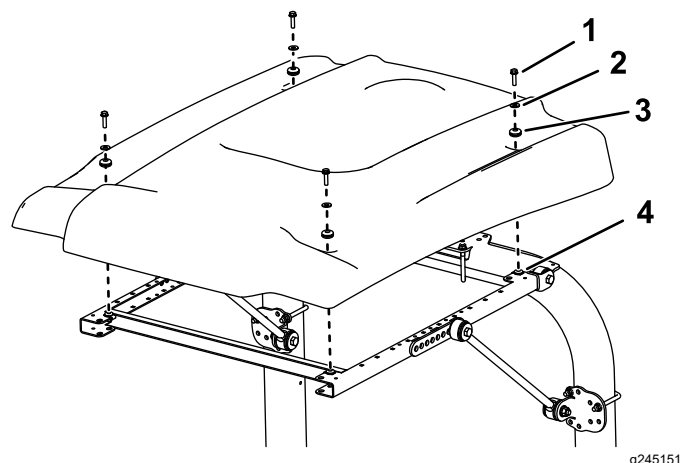

Figure 6
- Lors de l'alignement des trous de fixation, positionnez le pare-soleil sur le cadre comme montré à la Figure 6.
- Fixez légèrement chaque coin du pare-soleil au cadre avec un boulon à embase (5/16" x 1¼"), une petite rondelle et une bague (Figure 6).